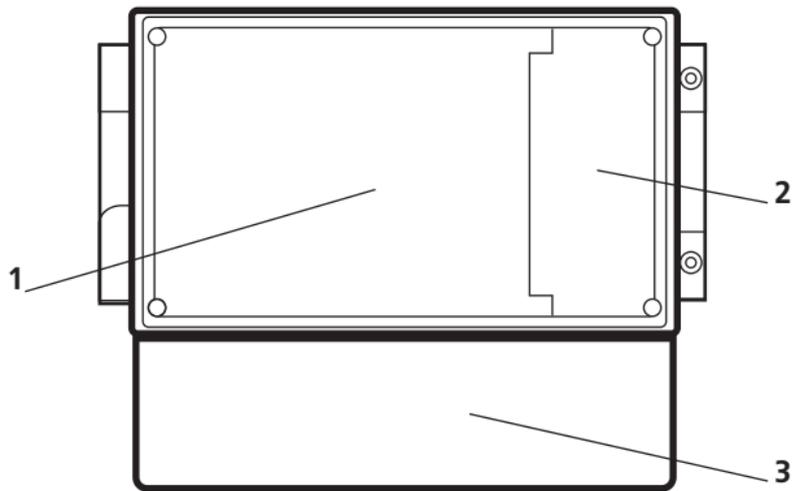

Рисунок 1 – Отсеки УСПД
4.5.1 УСПД конструктивно разделено на три блока (см. Рис.1 и таблицу 4):
Дополнительная плата может устанавливаться в дополнительный блок при изготовлении (см. Рис. 1) или в процессе эксплуатации УСПД. Т.о. предусмотрена возможность функционального наращивания УСПД до требуемого исполнения в процессе эксплуатации. Для доступа к дополнительной плате предусмотрена отдельная съемная панель. **ВНИМАНИЕ! СМ. УКАЗАНИЕ П.3.4.** Съемная панель на заводе-изготовителе пломбируется наклейкой.